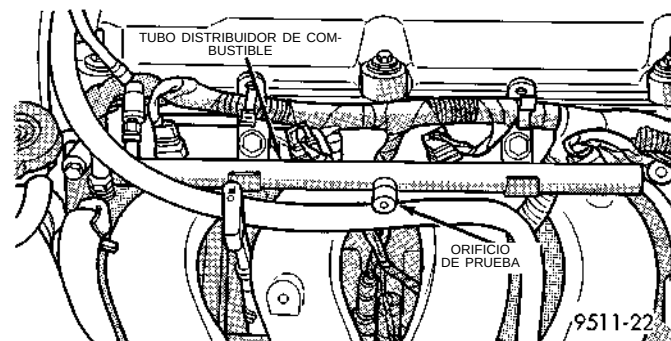

Fig. 19 Orificio de prueba de presión de combustible
- (4) Retire el tapón protector del orificio de prueba de presión de combustible, en el tubo distribuidor de combustible (Fig. 19).